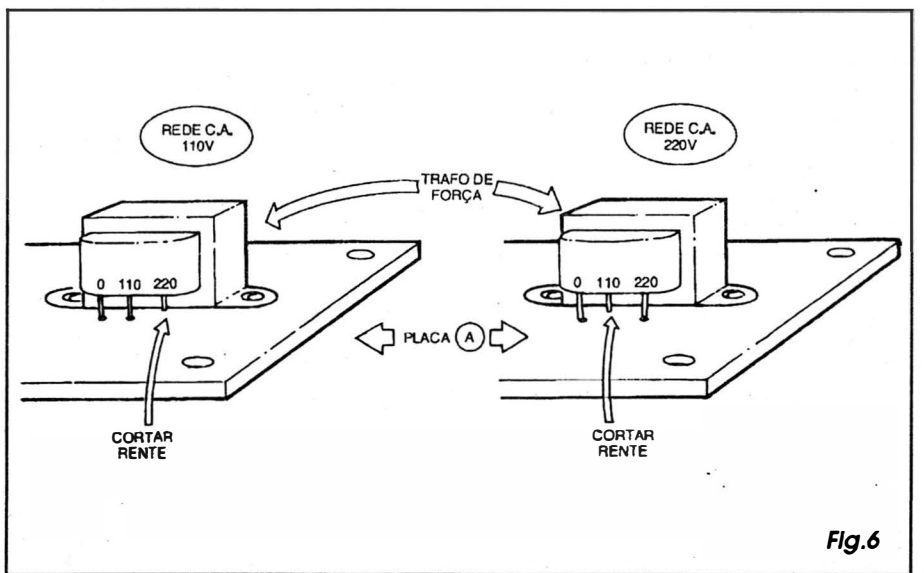

Fig.6
- FIG. 6 - AS LIGAÇÕES DO TRAFÓ, EM FUNÇÃO DA TENSÃO DA REDE C.A. LOCAL... - Embora o transformador de força normalmente apresente, no seu primário, três fios, a placa mostra para ligação apenas dois furos/ilhas. Assim, o montador deve observar as conexões ilustradas, em função da real tensão presente na rede C.A. local... À esquerda do diagrama vemos as ligações para rede de 110V, e à direita as conexões para rede de 220V... Notar que em ambos os casos sobra um dos fios do primário do trafo, que poderá então ser cortado rente, para não ficar atrapalhando... Observar que tal distinção apenas ocorre na placa A (módulo localizado do SISERA...), já que a placa B, inserida elétrica e mecanicamente na própria central de alarme, não precisa de nenhuma modificação para funcionamento junto a redes C.A. de 110 ou de 220V...